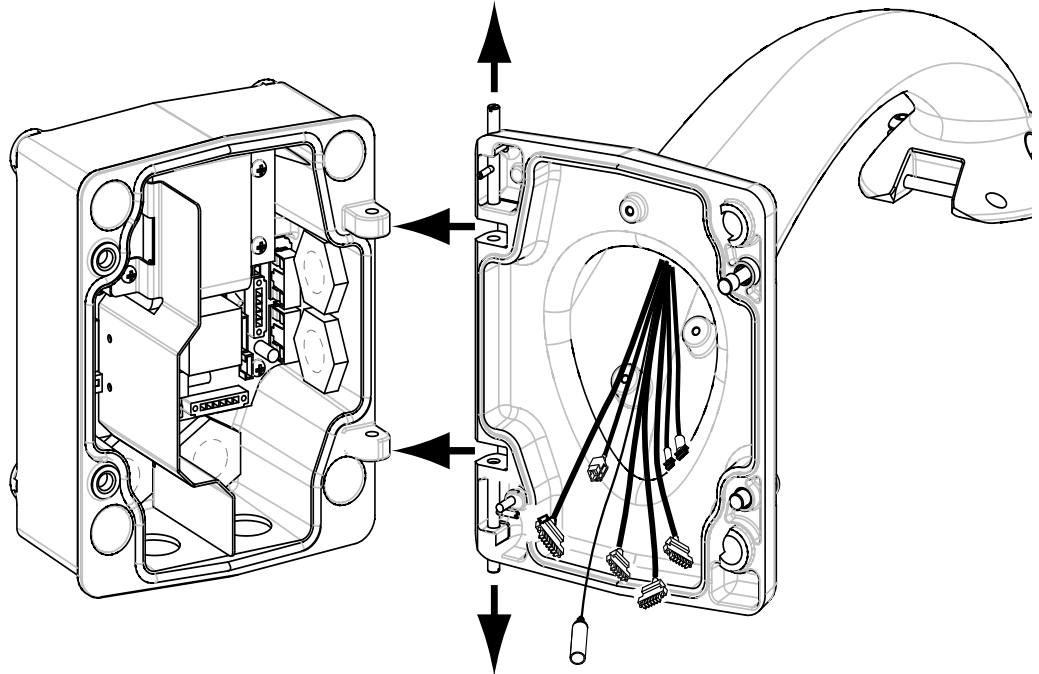

Figura 2.9 Alineación del soporte de pared con la bisagra de la caja de alimentación
3. Mientras sujeta el pasador de bisagra superior, abra y alinee las bisagras inferior y superior del soporte con los puntos correspondientes de la caja de alimentación. Consulte *Figura 2.9* (arriba) para ver una ilustración.